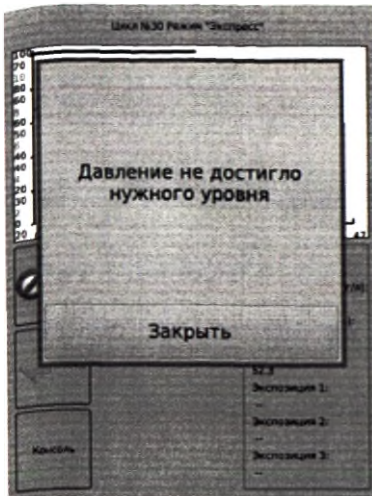

Рис.13
- давление не достигло нужного уровня (Рисунок 13)